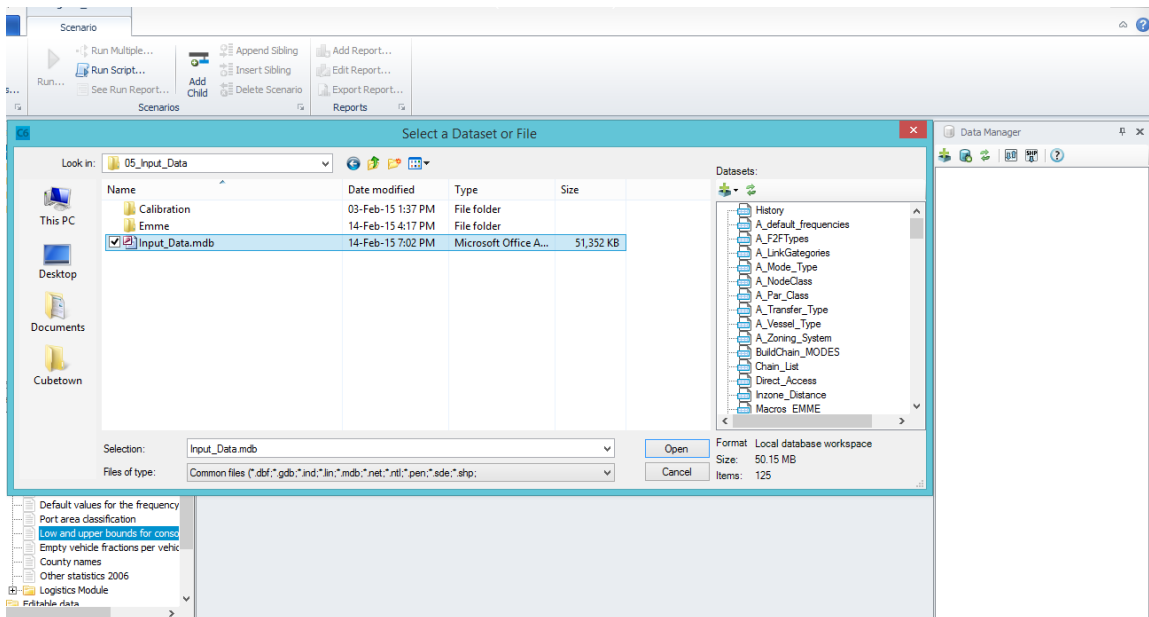

Figure 91 Input data
- 2) Open Input_data.mdb in data manager, see Figure 91. **Fel! Hittar inte referensskälla.**